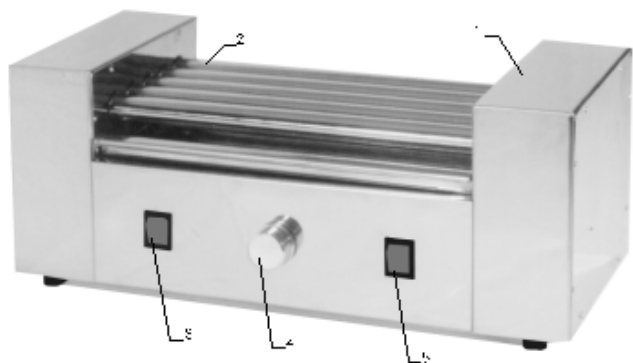

Рис.1 Аппарат подогрева
- 3.1 Установка состоит из корпуса (1), (см. рис. 1) роликовых нагревателей (2), механической и электрической частей.